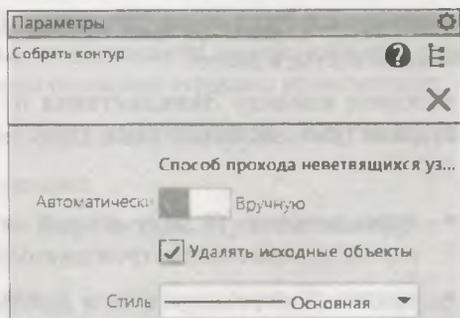

Рис. 7.2. Панель Параметры: Собрать контур
- ♦ вызовите команду **Собрать контур** из панели инструментов **Геометрия**. На панели **Параметры: Собрать контур** (рис. 7.2) задайте такие параметры: